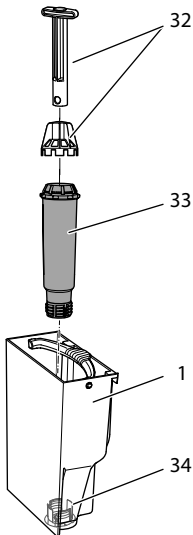

Abb. 19: Wasserfilter ein- oder ausschrauben
- Entfernen Sie den Wasserfilter (siehe Abb. 19 auf Seite 26).
9. Setzen Sie einen neuen Filter in den Wassertank ein (siehe *Abb. 19*).
3. Entfernen Sie den Wasserfilter (siehe *Abb. 19*).